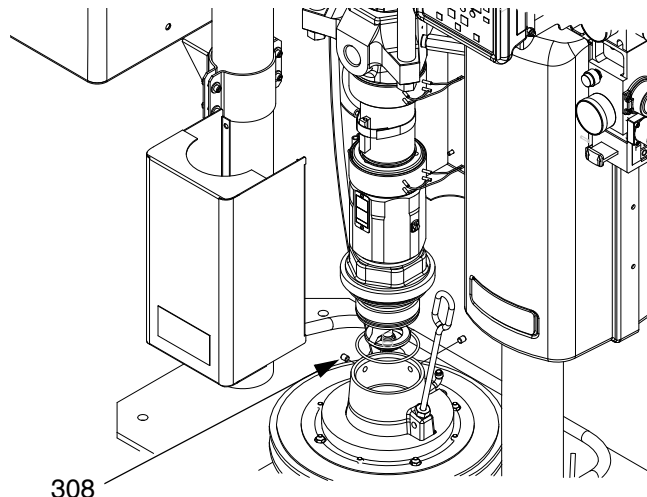

**FIG. 41: Kit di montaggio da 200 litri (55 galloni)**
2. Fissare la pompa alla piastra con le viti (103a) e i morsetti (103b). Vedere la FIG. 41.